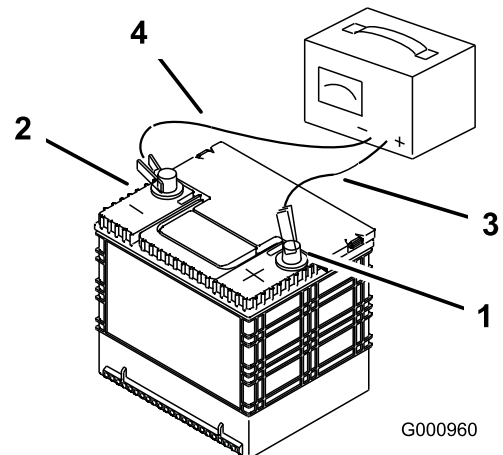

Bild 77
2. Wenn die Batterie ganz aufgeladen ist, ziehen Sie den Stecker des Ladegeräts aus der Dose. Klemmen Sie dann die Klemmen des Ladegeräts von den Batteriepolen ab (Bild 77).